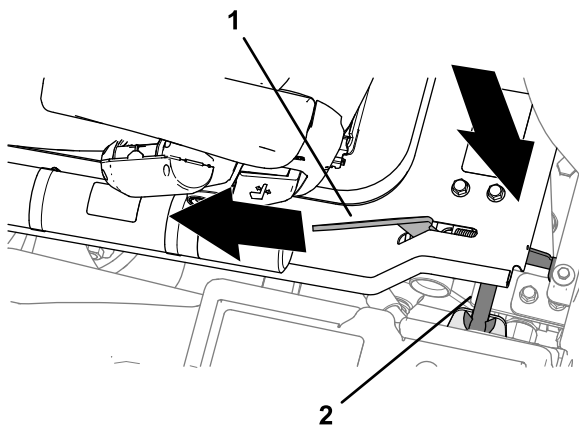

Figure 45
2. Lorsque la plate-forme approche de la position complètement baissée, déplacez la poignée de verrouillage (Figure 45) vers l'avant de la machine.